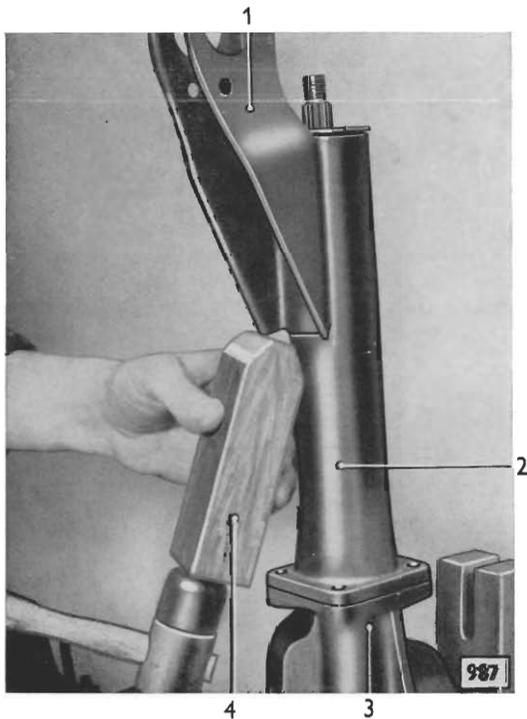
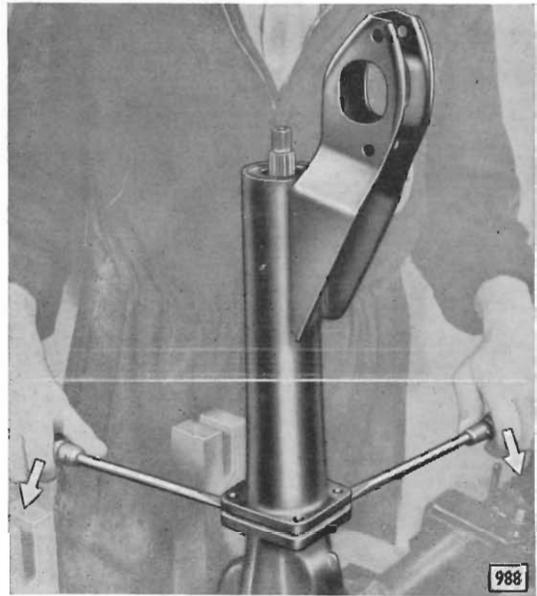

Bild 62 - Hinterachsverlängerung zum Ansetzen von zwei starken Schraubenziehern etwas vom Achsgehäuse lösen
Bild 63 - Hinterachsverlängerung von Hinterachse und Antriebkegelrad mit zwei starken Schraubenziehern abdrücken
2. Hinterachsverlängerung (61/4) von Hinterachsgehäuse abschrauben – Sechskantschrauben, Federringe. Verlängerung mit Kunststoffhammer unter Verwendung eines Hartholzklotzes, wie Bild 62 zeigt, so weit von Hinterachse lösen, bis sich zwei starke Schraubenzieher, deren Lage aus Bild 63 hervorgeht, zwischen Verlängerung und Hinterachse ansetzen lassen.
3. Mit Schraubenziehern Verlängerung von Hinterachse und Antriebkegelrad abdrücken (Bild 63) und abnehmen.